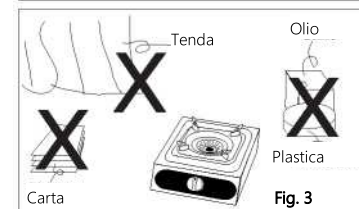

Fig. 3
- Accertarsi che non ci sono dei materiali infiammabili in adiacenza del fornello a gas (Fig. 3).